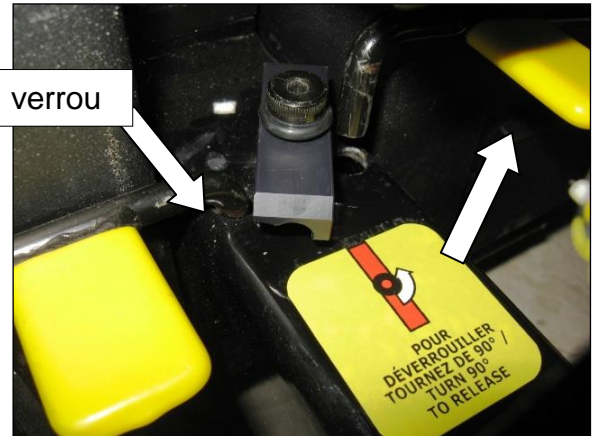

Figure 10 : Déverrouiller les compartiments à batteries.
3. Faire pivoter de 90° le verrou et soulever la poignée jaune du mécanisme de retenue des compartiments à batteries, située entre les roues avant (voir; figure 10).